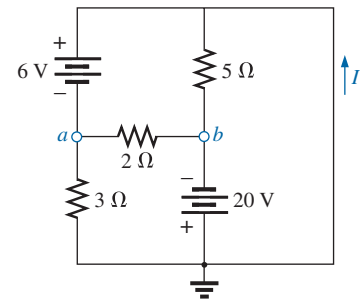

Figura 7.80 Problema 21.
- \*21. Considerando o circuito da Figura 7.80: